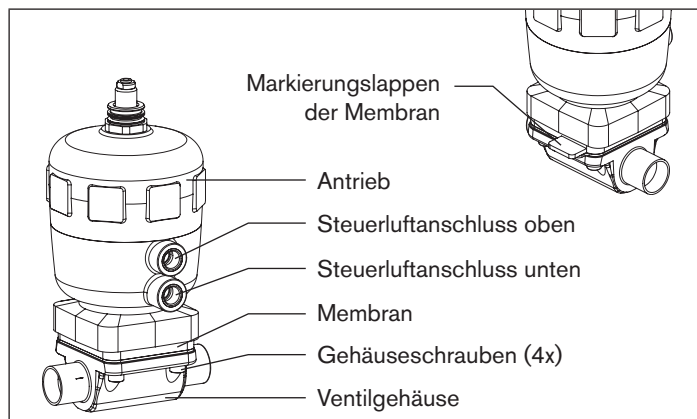

Bild 18: Instandhaltung
**Der Markierungslappen der Membran muss senkrecht zur Durchflussrichtung stehen** (siehe „Bild 18“)!